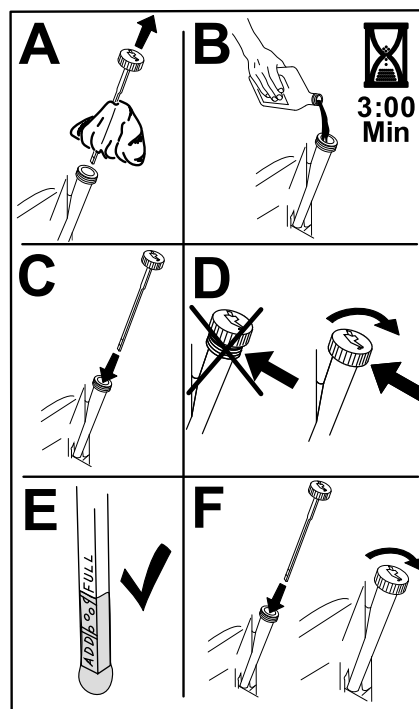

Figure 77
6. Versez lentement environ 80 % de l'huile spécifiée dans le tube de remplissage, puis faites l'appoint lentement jusqu'à ce que le niveau atteigne le repère maximum (Full) (Figure 77).